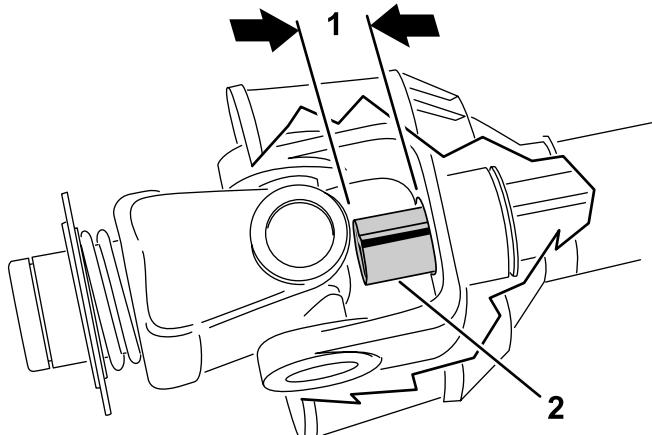

Figure 16
- Faites coulisser complètement les tubes d'arbre de PDF l'un dans l'autre. Vérifiez que le tube **intérieur** ne dépasse pas dans la partie joint universel du tube extérieur (Figure 16). Si cela se produit, **coupez un peu plus** du tube intérieur pour y remédier. Passez à l'opération suivante.
10. Mesurez la longueur du dépassement du tube intérieur dans la partie joint universel du tube extérieur (Figure 16). Ajoutez cette mesure à la dimension obtenue à l'opération 8.